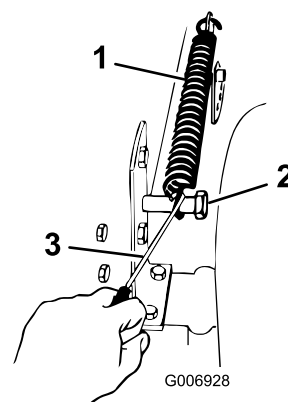

Figure 46
- Accrochez le ressort compensateur entre la patte de levage droite du plateau de coupe et le boulon de retenue (Figure 46).